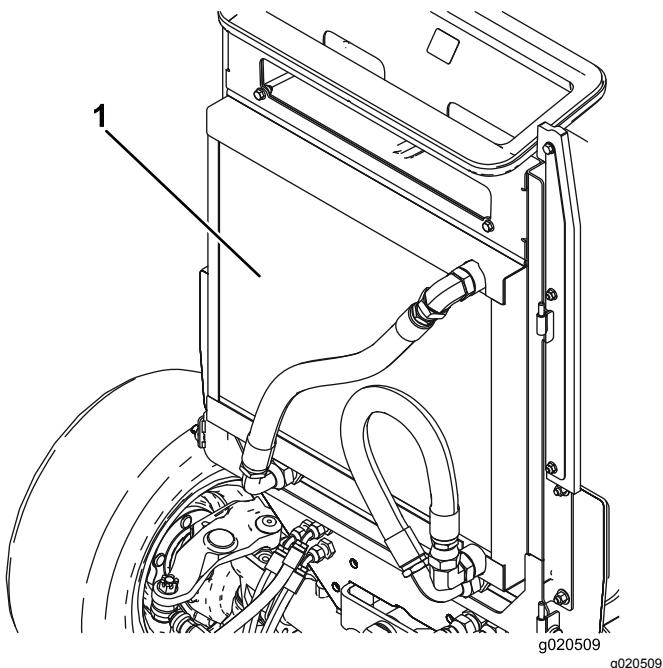

Bild 91
4. Reinigen Sie beide Seiten des Ölkühlers und des Kühlers gründlich mit Druckluft (Bild 91).